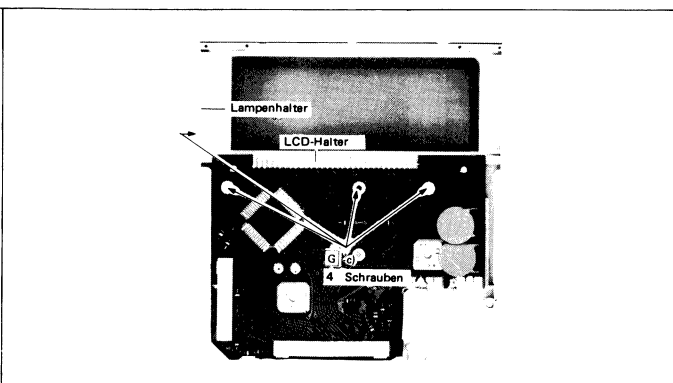

Abbildung 7-2
- c) Die vier Schrauben, die den LCD-Halter und den Lampenhalter befestigt halten, entfernen. (Siehe Abb. 7-2)